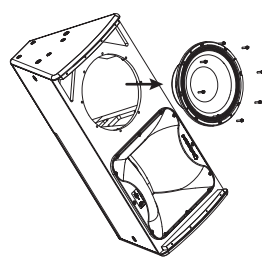

Fig. 2
3. Retirez et déconnectez le haut-parleur de graves (fig. 2) pour accéder au support de retenue du haut-parleur de compression, en notant la polarité du haut-parleur de graves pour une reconnexion ultérieure.